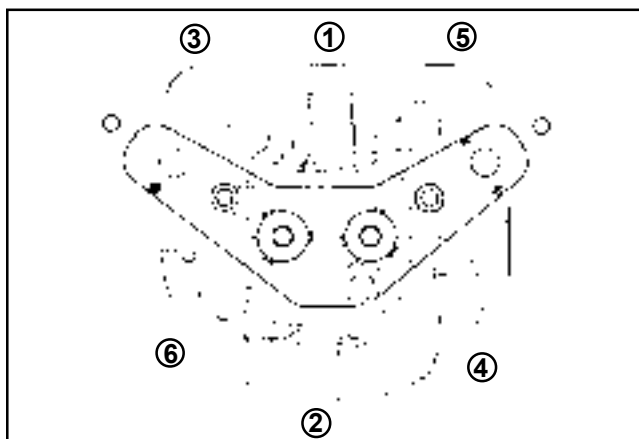

Figure 10-36. Séquence de serrage des fixations de la culasse.
6. Serrer les vis de la culasse selon la séquence de la Figure 10-36. Serrer les vis en deux étapes, d'abord à un couple de **20,5 Nm (180 in. lb.)**, puis finalement à un couple de **41,0 Nm (360 in. lb.)**.